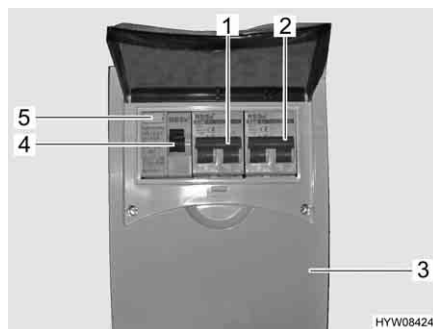

Fig. 60 Scatola dei fusibili a 230 V con interruttore di sicurezza e interruttore automatico FI
Un interruttore di sicurezza per correnti di guasto (interruttore automatico FI) (Fig. 60,4) nella scatola dei fusibili (Fig. 60,3) protegge l'intero veicolo da correnti di guasto (0,03 A).
L'interruttore di sicurezza collegato in serie (10 A) (Fig. 60,1) protegge le prese da 230 V, la centralina elettrica, il caricabatteria supplementare e il frigorifero.
Per veicoli con accessori opzionali, p. es. l'impianto di climatizzazione a tetto, un ulteriore interruttore di sicurezza (16 A) (Fig. 60,2) protegge l'apparecchio.
- Se il veicolo è collegato all'alimentazione a 230 V, premere il tasto di controllo (Fig. 60,5). L'interruttore di sicurezza per correnti di guasto (FI) deve scattare.